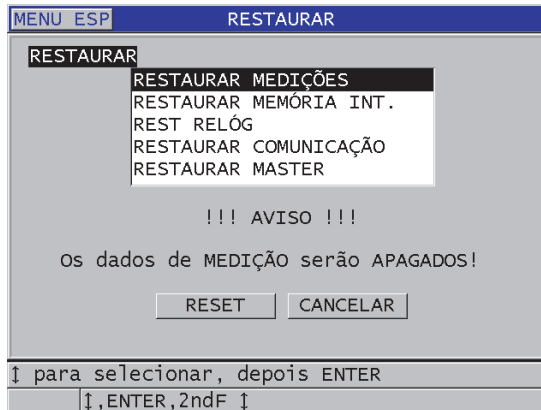

Figura 11-22 Mensagem de advertência ao restaurar as medições
3. Na tela **RESTAURAR** (veja Figura 11-22 na página 209).